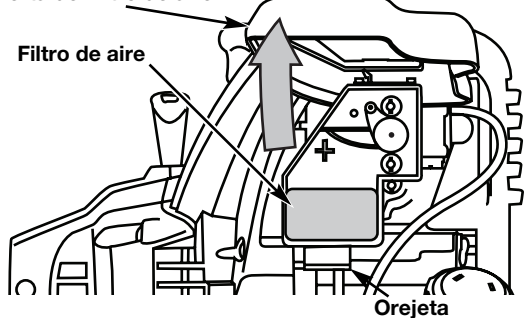

Fig. 44
1. Abra la tapa del filtro de aire. Empuje hacia adentro la lengüeta que está en lado inferior de la tapa. Después hale hacia afuera y arriba la tapa del filtro de aire. (Fig. 44).
2. Retire el filtro de aire (Fig. 44).
6. Vuelva a colocar el filtro (Fig. 44).